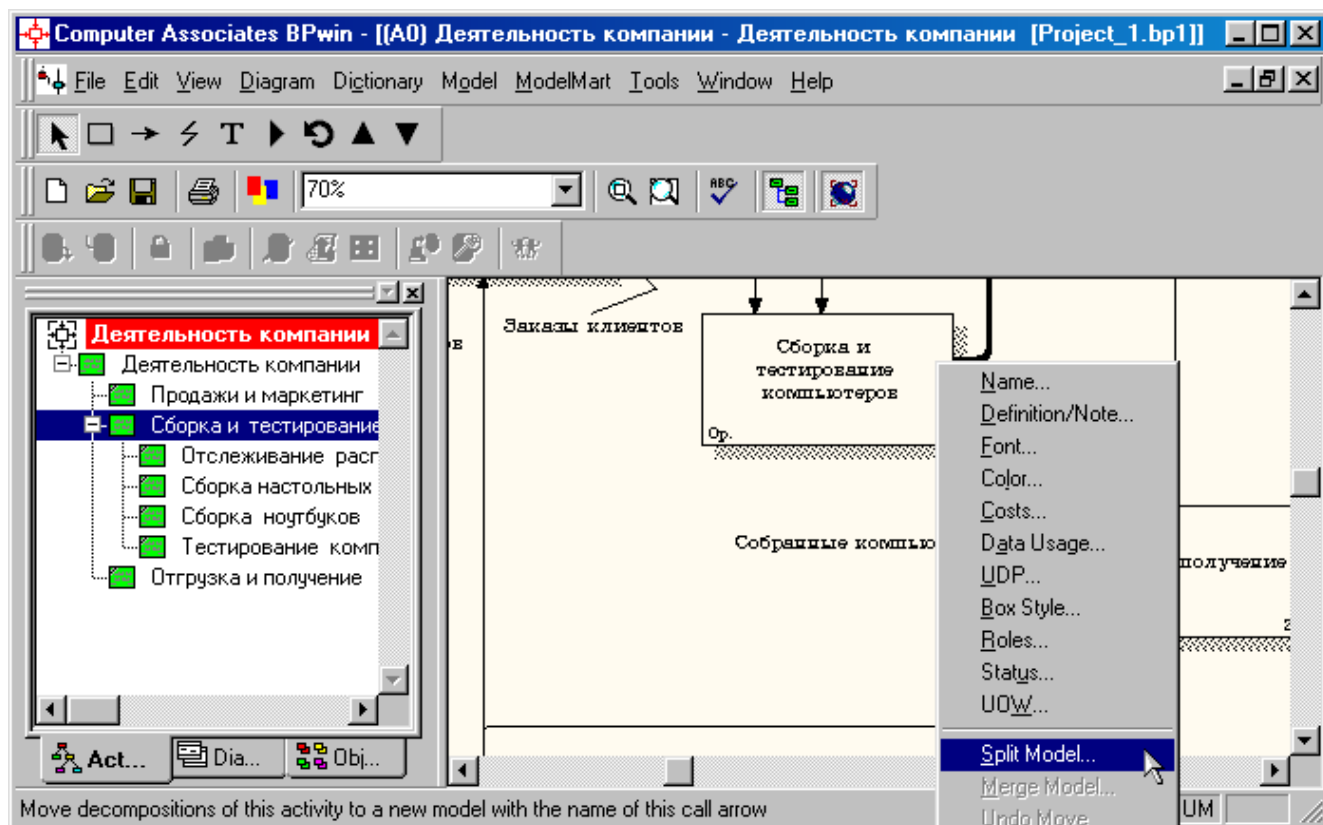

Рисунок 5.1 - Пункт контекстного меню **Split model**
1. Перейдите на диаграмму A0. Правой кнопкой мыши щелкните по работе "Сборка и тестирование компьютеров" и выберите **Split model** (Разделить модель) (рисунок 5.1).
2. В диалоге **Split Option** (Опции разделения) внесите имя новой модели "Сборка и тестирование компьютеров", установите опции, как на рисунке, и щелкните по кнопке **ОК** (рисунок 5.1).